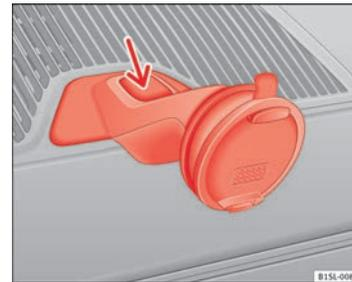

Fig. 121 Smontaggio dell'alloggiamento del navigatore.
- Premere il tasto di sbloccaggio dell'alloggiamento ⇒ fig. 121 (freccia).